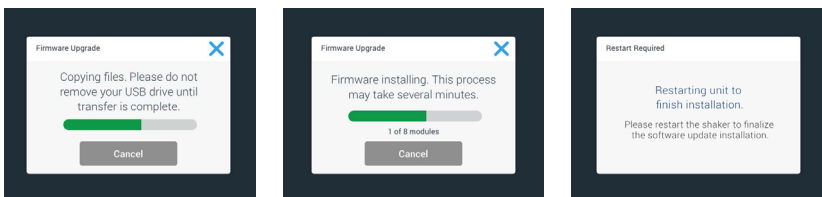

Figura 123: Messaggi durante l'installazione dell'aggiornamento firmware
15. Appaiono diversi messaggi che informano l'utente in merito al progresso dell'installazione, come illustrato nella Figura 123.